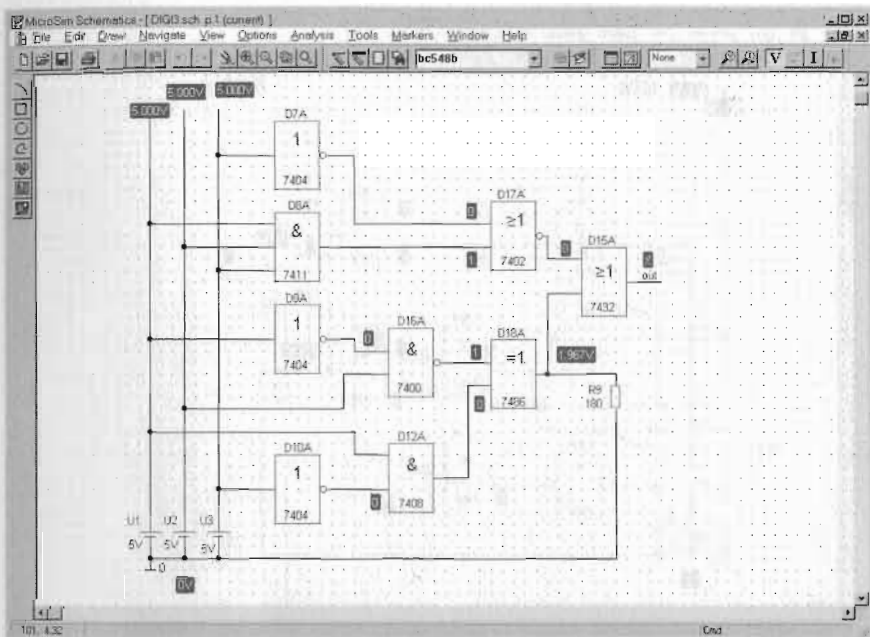

Bild 10.11: Digitalschaltung von Bild 10.8. Der Ausgang des X-OR-Gliedes D18A wird überlastet und liefert kein ausreichendes 1-Signal mehr
- Verringern Sie den Widerstand auf 180 Ω, speichern Sie als DIGI3.SCH und überzeugen Sie sich davon, dass mit diesem Widerstand die TTL-Grenze von 2 V unterschritten wird (Bild 10.11). Spannungen zwischen 0,8 V und 2 V gelten in der TTL-Technik als unbestimmte Zustände. Beachten Sie, dass dieser unbestimmte Zustand des X-OR-Gliedes dazu führt, dass auch der Ausgang der Schaltung einen unbestimmten Zustand einnimmt, der von PSPICE durch ein X gekennzeichnet wird.